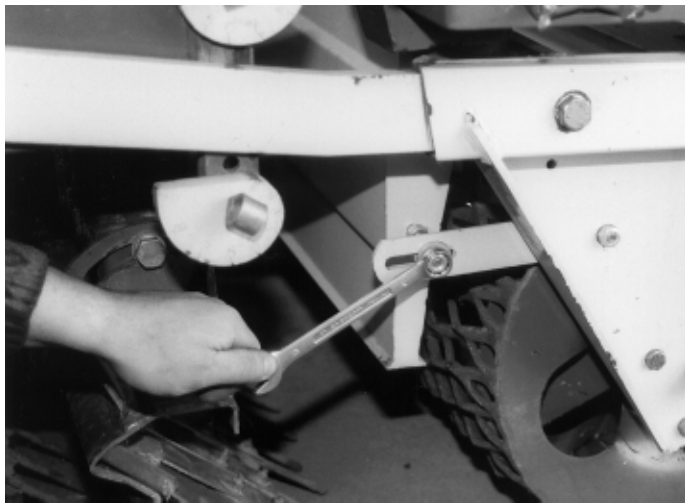

fig. 28
- Løsn de to møtrikker M10 på begge sider af slisken (fig. 28);